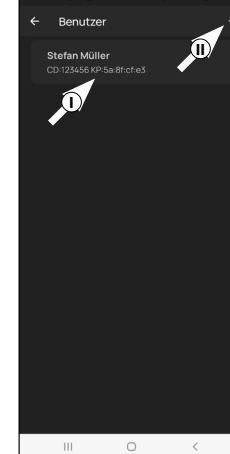

Fig. 2
- !** **Nota:** in alternativa potete generare anche un nuovo profilo utente. Selezionare a tal fine il simbolo "+" in alto a destra (II) (Fig. 2).